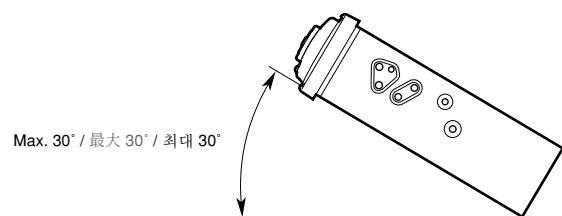

Figure 2 / 图 2 / 그림 2
2. Install the unit within 30° of the horizontal plane. (Figure 2)
2. 安装时, 请使本装置与水平面的角度在30°以内。(图2)